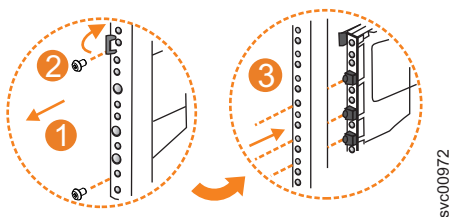

Figura 132. Extraiga el conjunto de rieles de la pieza de sujeción del marco frontal.
1. Quite los dos tornillos que fijan la sección de riel externa al conjunto de pieza de sujeción frontal, como se muestra en la Figura 132.
2. Extraiga la sección de riel tirando de ella para separarla de la pieza de sujeción frontal, como se muestra en la Figura 132.